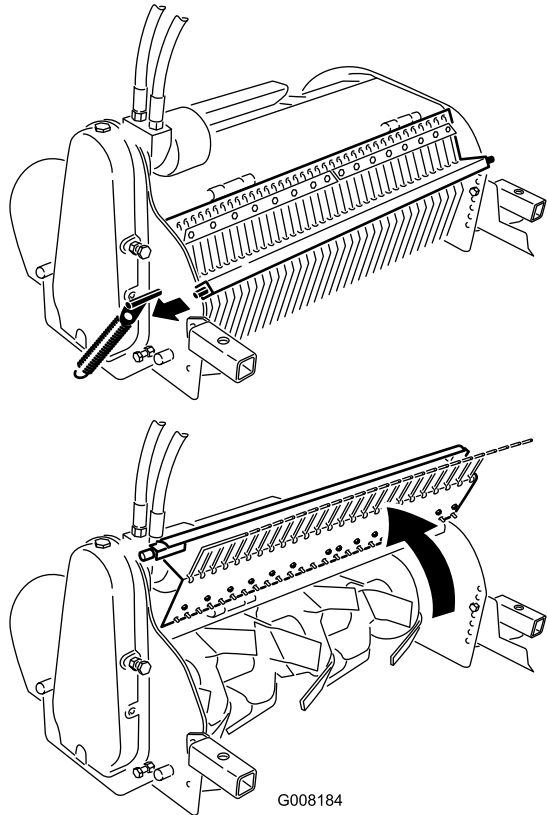

Figura 13
4. Sollevate e rilasciate il dente di arresto dell'anello sul lato del coltivatore (**Figura 13**).
5. Aprite il coperchio delle fustelle (**Figura 13**).